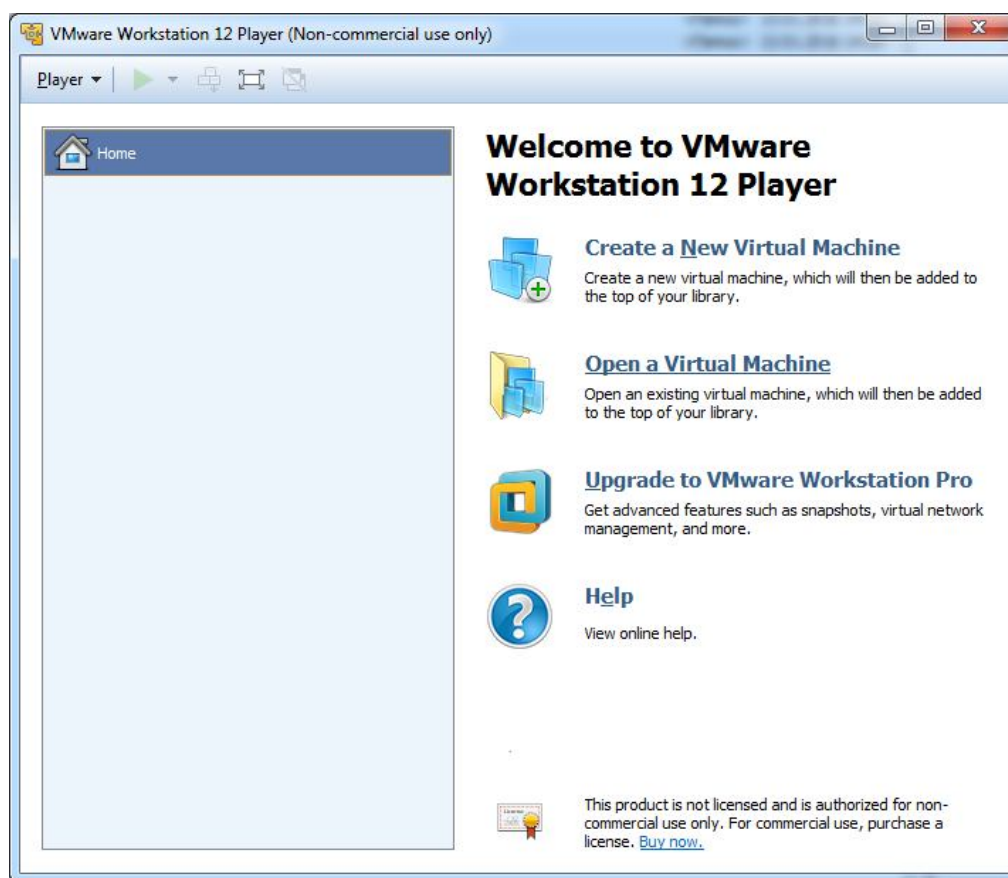

Рисунок 3.1
- Запустить VMware Workstation 12 Player, в появившемся окне (рисунок 3.1)